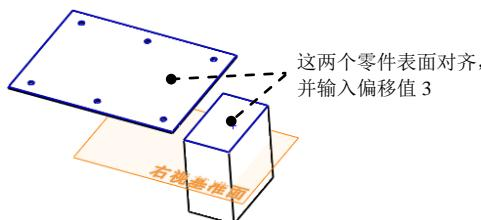

图 17.2.17 元件装配第一约束
(1) 选择命令。选择下拉菜单 **插入(I)** → **配合(M)...** 命令 (或在“装配体”工具栏中单击 按钮), 系统弹出“配合”对话框。
(2) 创建“距离 1”配合。选取图 17.2.17 所示的两个面为要配合的实体, 单击 按钮, 并在其后的文本框中输入数值 3, 选中 反转尺寸(E) 复选框; 单击 **配合对齐:** 选项中的“同向对齐”按钮 , 单击“距离 1”对话框中的 按钮。